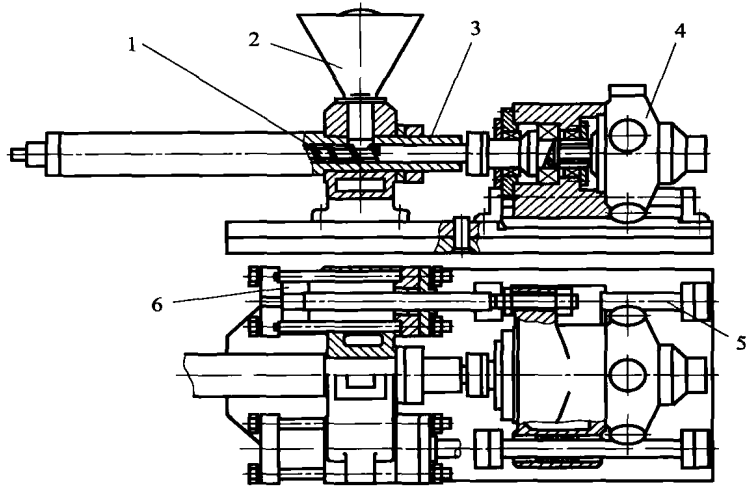

图 1-1 螺杆式注塑机
① 螺杆式注塑机。该类型注塑机其物料的熔融塑化和注射全部是由螺杆来完成，是目前生产量最大，应用最广泛的注塑机，如图 1-1 所示。
② 柱塞式注塑机。该类型注塑机是通过柱塞把塑料推向料筒前端的塑化室，依